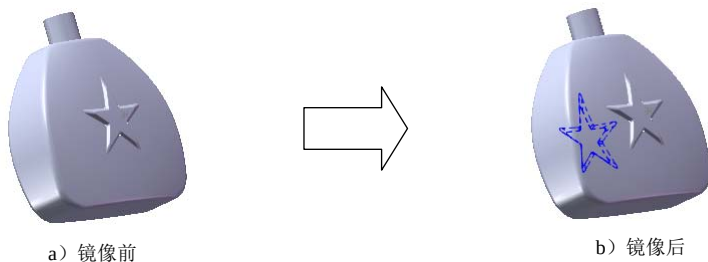

图 3.30.24 镜像 1
Step21. 创建图 3.30.24 所示的零件特征——镜像 1。选择下拉菜单 **插入(I) → 阵列/镜像(E) → 镜向(M)** 命令（或单击  按钮）；选取上视基准面为镜像基准面；选取圆角 4、圆角 5、拉伸 2 和放样 2 作为镜像 1 的对象；单击对话框中的  按钮，完成镜像 1 的创建。